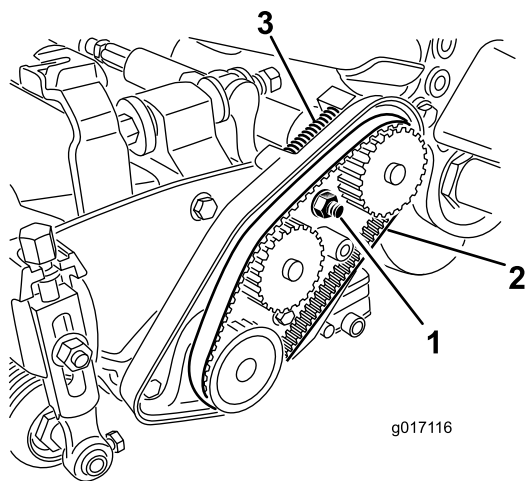

Figura 21
3. Allentate il dado dell'alloggiamento dei cuscinetti (Figura 21).
5. Rimuovete la cinghia (Figura 21).
12. Accertatevi che la molla di compressione metta in tensione la cinghia (Figura 21).